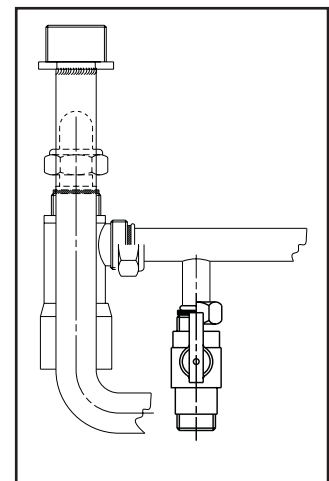

Abb. 14
- Zur vollständigen Entleerung der Heizanlage den Hahn 200 von Abb. 14 und 18 benutzen. Die Anlage über die Ventile der Heizkörper entlüften.